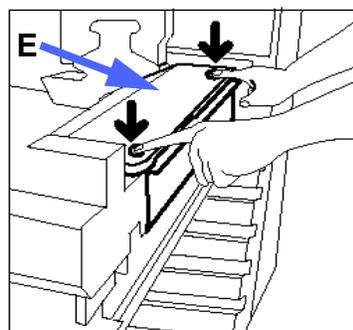

Figura 44: Desenganche del fieltro limpiador
- 4** Pulse los botones frontal y trasero de la parte superior del conjunto del fusor, tal y como ilustra la Figura 44, para desenganchar el fieltro limpiador (zona E). El fieltro se abre a la derecha del módulo de Recorrido del papel.